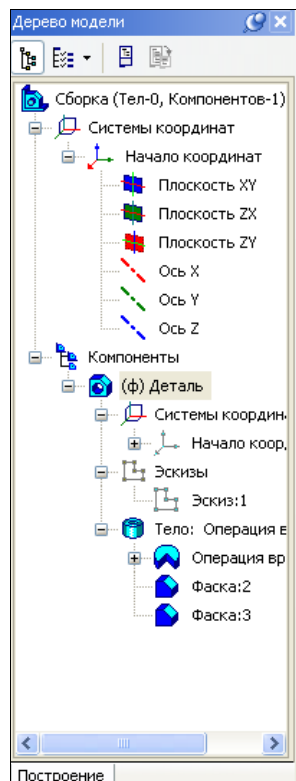

Рис. 21.8. Дерево модели после вставки первого компонента
- ◆ нажмите кнопку **Создать объект**. Компонент *Ось редуктора* вставлен в текущий документ. Это базовый компонент сборки. В Дереве модели щелкните по знаку "плюс" перед разделом **Компоненты**. Раскроется состав сборки. В данном случае появился новый элемент **Деталь** с пиктограммой. Перед пиктограммой стоит знак "плюс" и буква "ф" в скобках. Нажав знак "плюс", вы можете раскрыть историю построения модели. Буква "ф" после пиктограммы означает, что данный компонент зафиксирован (рис. 21.8). Он первый в сборке и зафиксирован в начале координат. Компонент не может быть перемещен в системе координат сборки. Для вставки в другом месте необходимо его удалить и повторить его вставку. Будем считать, что первый (базовый) компонент вставлен. Для удаления компонента выделите его ПК и вызовите из контекстного меню команду **Удалить** (рис. 21.9). Появится диалоговое окно **Удалить объекты**. Далее нажмите кнопку **ОК**. Данный компонент будет удален;